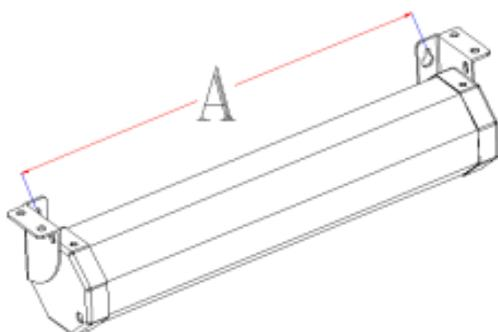

図 1
1. 巻き尺等を使用して、両エンドキャップの後ろにある 2 つの穴の間の距離 A(図 1)を測ります。ネジを挿入する壁の 2 カ所にマークを付け、穴を開けます。